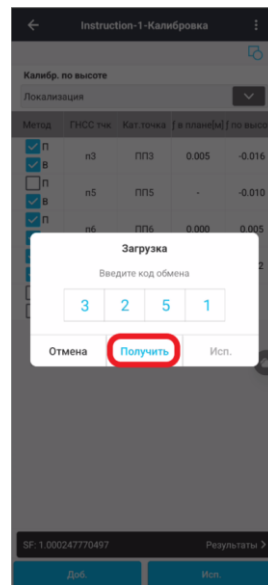

Рисунок 2.2.22
- ☛ Введите код обмена и нажмите **Получить** (Рисунок 2.2.22).